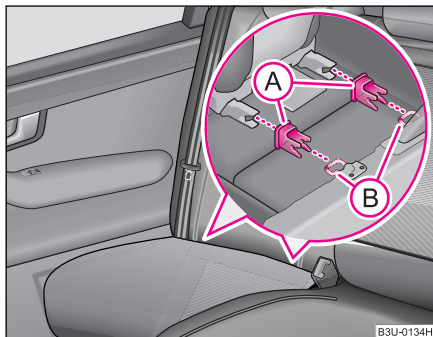

Fig. 148 Inelele de prindere (sistemul ISOFIX)
- Elementul de prindere (A) se introduce în inelele (B) existente la baza îmbinării spătarului scaunului cu perna ♥ fig. 148.